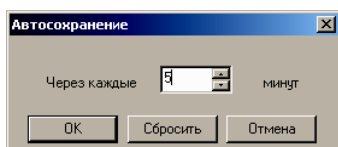

Рис. 5.1. Диалоговое окно «Автосохранение».
2. В открывшемся окне (рис. 5.1) укажите необходимое количество минут.